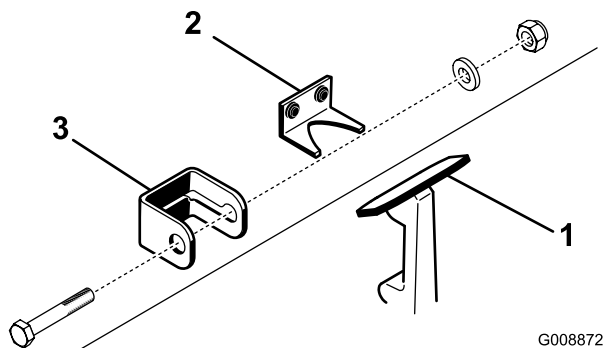

Bild 6
1. Haken Sie den Motorhaubenriegel aus der Motorhaubenriegelhalterung aus (Bild 6).
2. Schieben Sie den Motorhaubenbefestigungshalterung auf den Riegel (Bild 6).
3. Haken Sie den Riegel auf den Motorhaubenriegelhalterung (Bild 6).
4. Stecken Sie eine Schraube (1/4 x 1-1/2 Zoll) durch den Motorhaubenbefestigungshalterung und befestigen Sie sie mit einer Scheibe und Sicherungsmutter (Bild 6).